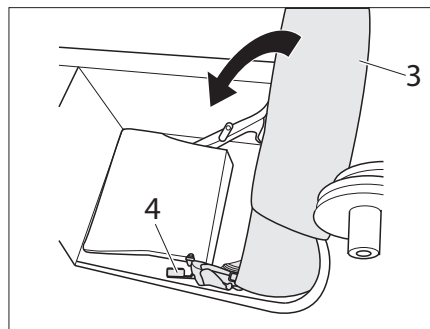

Fig. 213 Déplacer le dossier dans le caisson de rangement
- Actionner le levier 2 (Fig. 213,4) et déplacer le dossier (Fig. 213,3) dans le caisson de rangement.